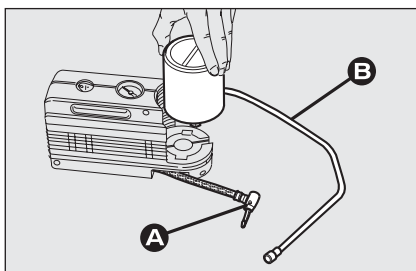

fig. 10
- ☐ desconecte el acoplamiento **A**-fig. 10;